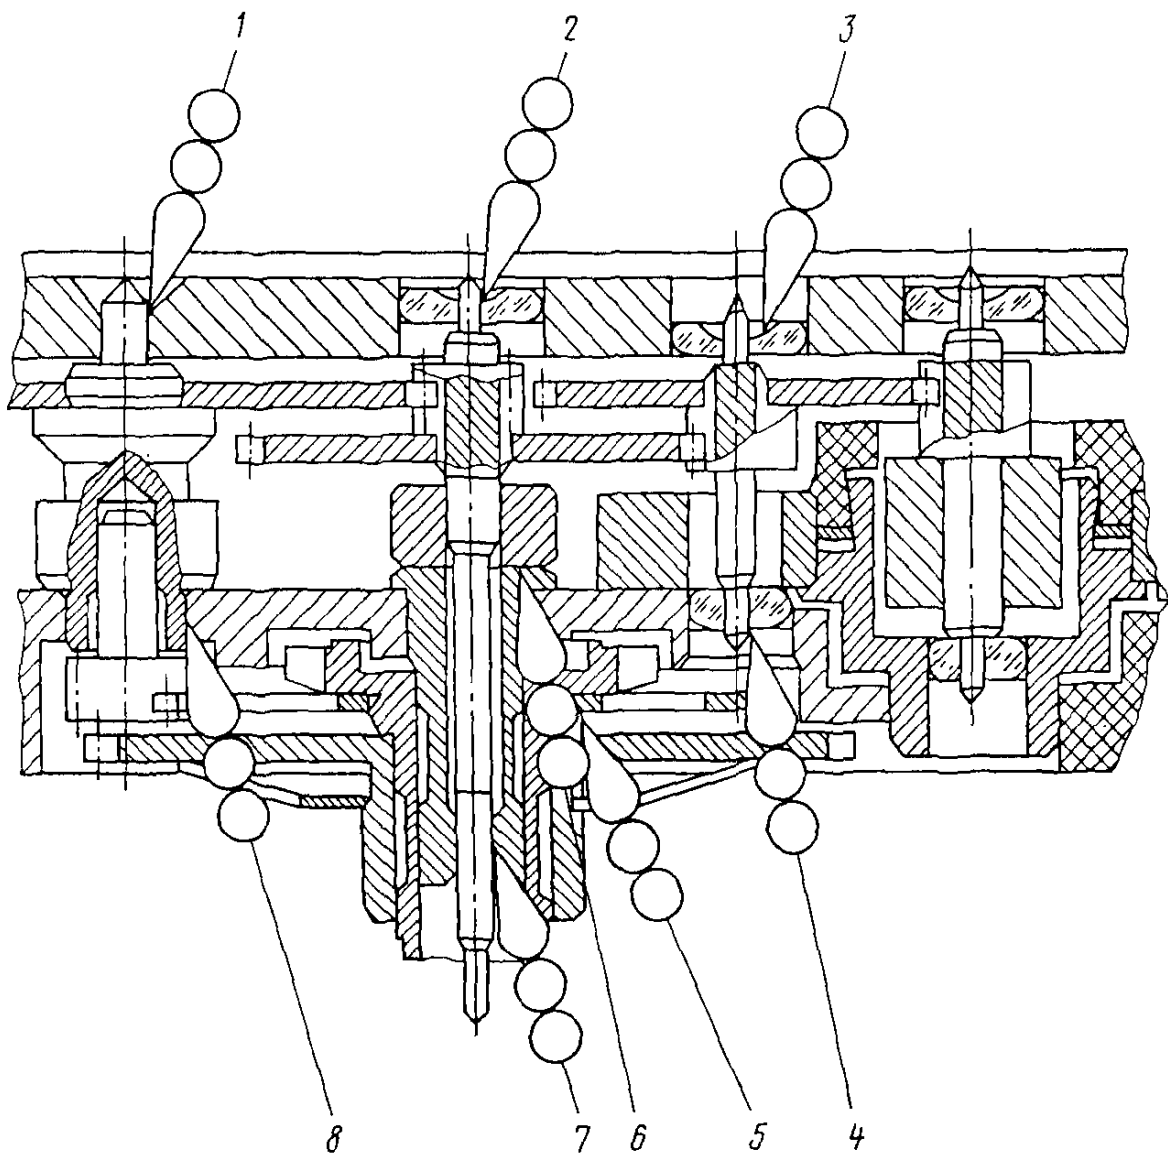
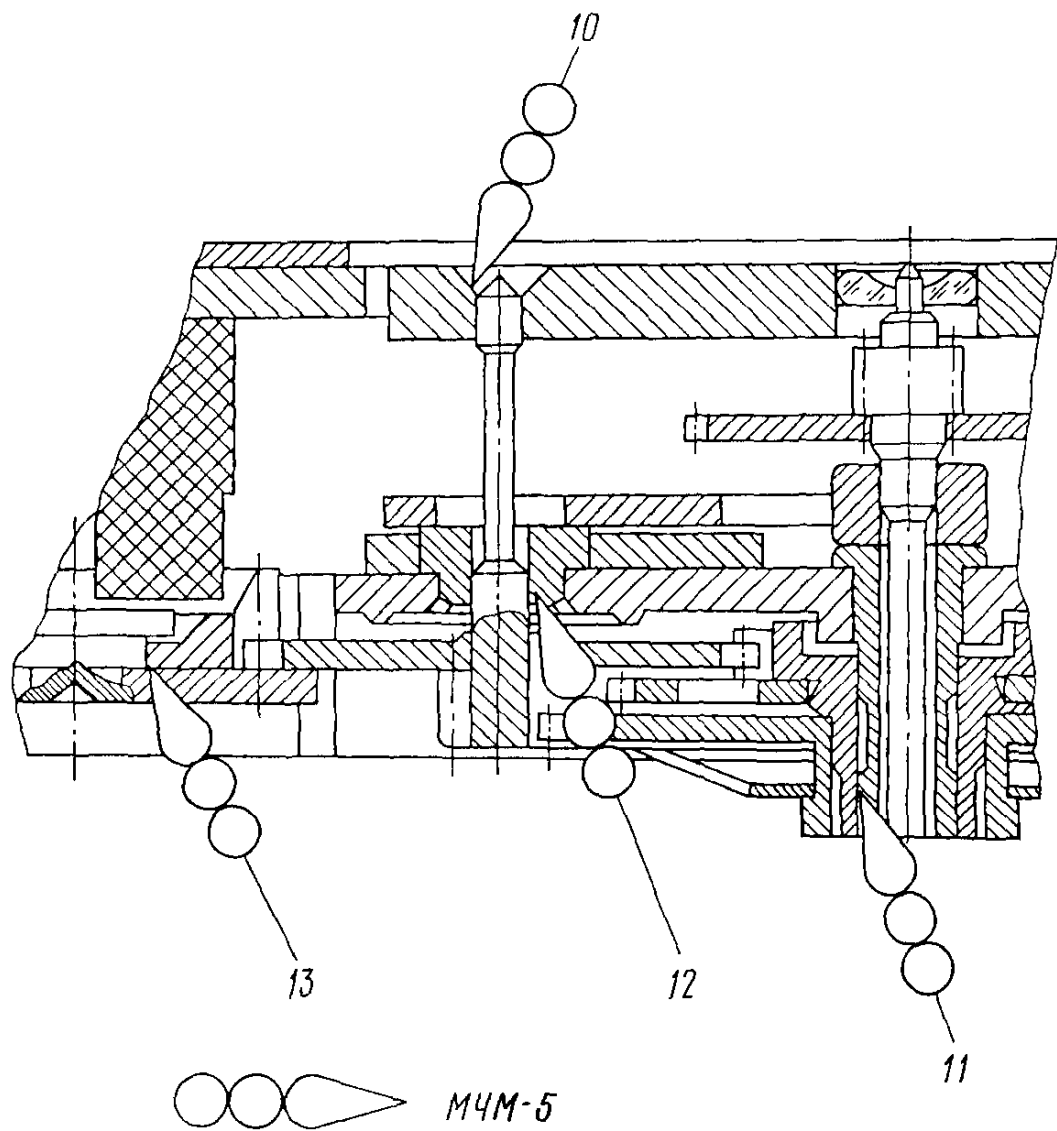

Рис. 75
Рис. 77
Места смазки, марки масел и номера маслodosировок даны в таблице 10 и на рис. 75–80. Допустимые величины зазоров в механизме приведены в таблице 11.
- Смазать: торец центральной втулки платины (рис. 75, поз. 6, 7; рис. 77, поз. 11);
отверстие платины под цапфу колеса промежуточного (рис. 75, поз. 8);
цапфу колеса секундного (рис. 75, поз. 2).
- Смазать: камневые и бескамневые опоры колесной системы (рис. 75, поз. 1, 3, 4; рис. 77, поз. 10, 12).
- Смазать: ось колеса переводного в мосте колеса переводного (рис. 77, поз. 13).
- Смазать: фрикцион колеса центрального (рис. 75, поз. 5);
наружную посадочную часть центральной втулки (рис. 75, поз. 6).